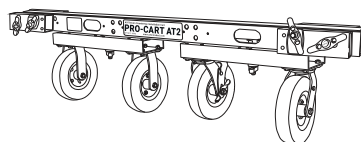

fig.6
**Stockage:** Pour un stockage compact, plier les roulettes et les côtés rabattables alignés avec le rail de support principal. (Voir fig. 6)